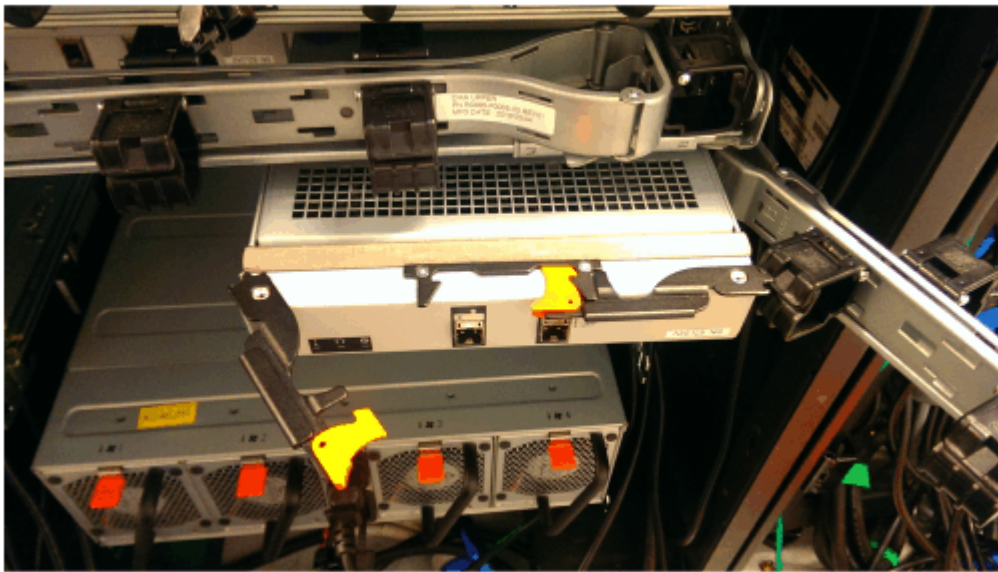

Figure 63. Installation de la cartouche d'extension
1. Débranchez le coude du bras inférieur de routage des câbles pour l'écarter, comme indiqué dans la Figure 63, à la page 61.
4. Lorsque la cartouche d'extension est complètement insérée, faites pivoter chaque poignée vers l'intérieur pour la verrouiller en position, comme indiqué dans la Figure 63, à la page 61.